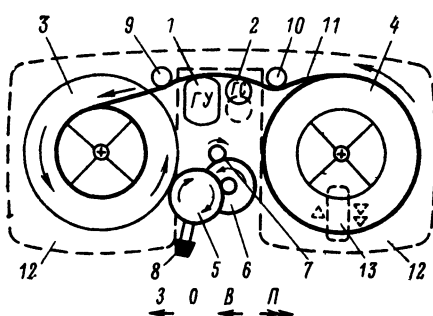

Рис. 6. Кинематическая схема лентопротяжного механизма звукового блокнота «ЕНЗ». Показана в положении «Запись».
**Кинематическая схема** лентопротяжного механизма показана на рис. 6. Лентопротяжный механизм имеет один электродвигатель и две попеременно ведущие катушки, обеспечивающие равномерно ускоренное движение ленты и обратную перемотку.
В режиме воспроизведения электродвигатель через ролики 5, 6 редуктора передает вращение катушке 3, при этом лента 11 перематывается с катушки 4 на катушку 3 и проходит по рабочей поверхности универсальной головки 1. Стирающая головка 2 в этом режиме отведена от ленты, что показано на рис. 6 пунктиром.